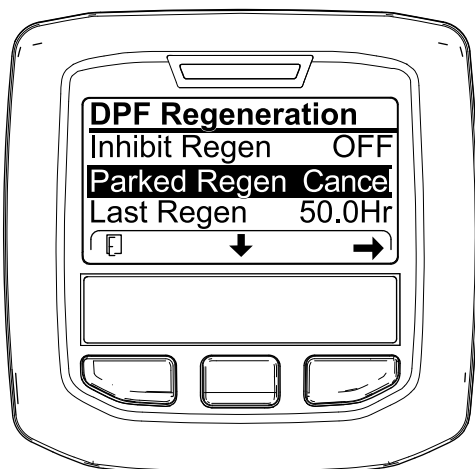
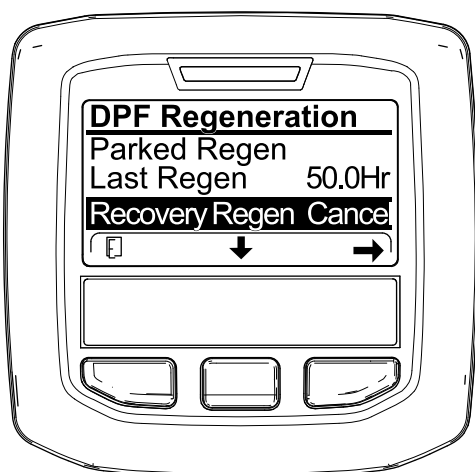

Рисунок 63
Рисунок 64
1. Перейдите к меню регенерации DPF (Рисунок 63).
2. Нажмите среднюю кнопку, чтобы перейти вниз к опции PARKED REGEN CANCEL (ОТМЕНА СТАЦИОНАРНОЙ РЕГЕНЕРАЦИИ) (Рисунок 63) или к опции RECOVERY REGEN CANCEL (ОТМЕНА ВОССТАНОВИТЕЛЬНОЙ РЕГЕНЕРАЦИИ) (Рисунок 64).
3. Нажмите правую кнопку для выбора опции Regen Cancel (Отмена регенерации) (Рисунок 63 или Рисунок 64).